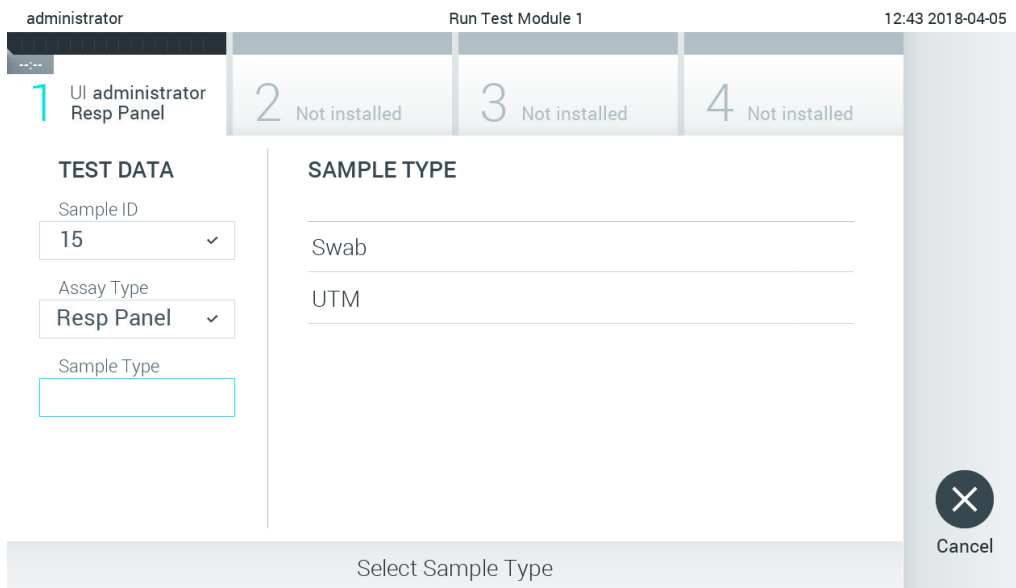

Рис. 84. Вибір типу зразка.
5. Поле **Assay Type** (Тип аналізу) буде заповнено автоматично, а якщо виникне потреба, заповніть його вручну, вибравши зі списку відповідний **Sample Type** (Тип зразка) (рис. 84).